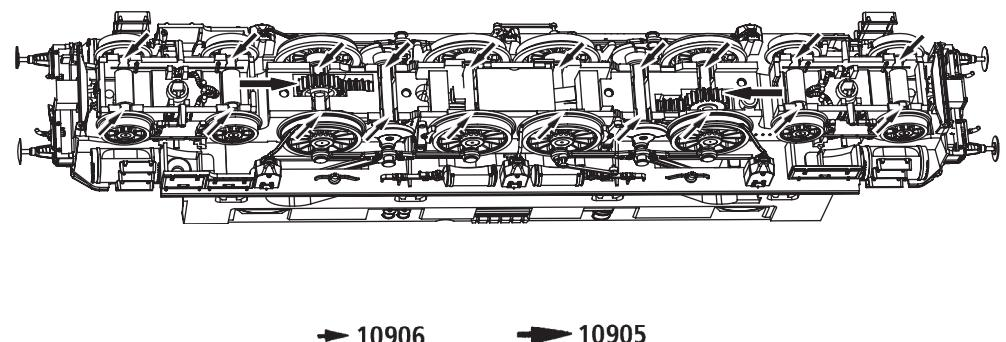

Fig. 9
1. Reinigung der Radstromkontakte: Radstromkontakte können auf unsauberer Schienen leicht verschmutzen. Entfernen Sie **vorsichtig** mit einem kleinen Pinsel **den Schmutz** an den in Fig. 9 gekennzeichneten Stellen.
1. Cleaning of wheel contacts: Wheel contacts easily get dirty on tracks which are not entirely clean. Use a small brush to **remove dirt** from spots marked in fig. 9.
1. Nettoyage des lames de courant aux roues: Les lames de contacts risquent de s'encaisser rapidement sur des voies poussiéreuses. Veuillez **enlever la poussière** aux endroits marqués à la fig. 9 à l'aide d'un petit pinceau souple.